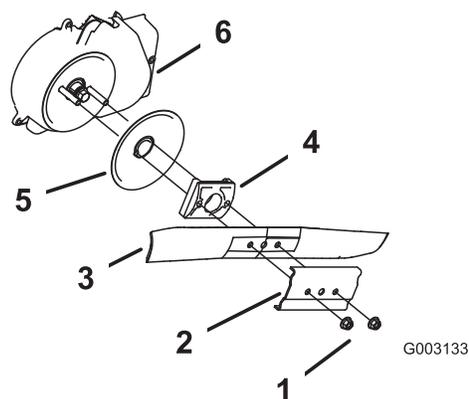

Figure 31
4. Déposez la lame (Figure 31).
5. Déposez le dispositif d'entraînement de la lame et le disque (Figure 31).
6. Déposez la protection du débrayage de frein de lame (Figure 31).
10. Reposez la lame et le renfort déposés précédemment (Figure 31).
3. Retirez les 2 écrous de la lame et le renfort (Figure 31).